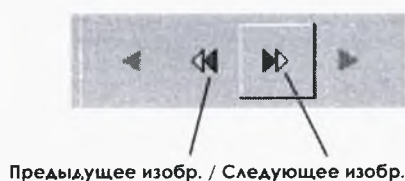

Рисунок 186
- используйте команды браузера для перехода к следующей или предыдущей странице (см. рисунок 186).